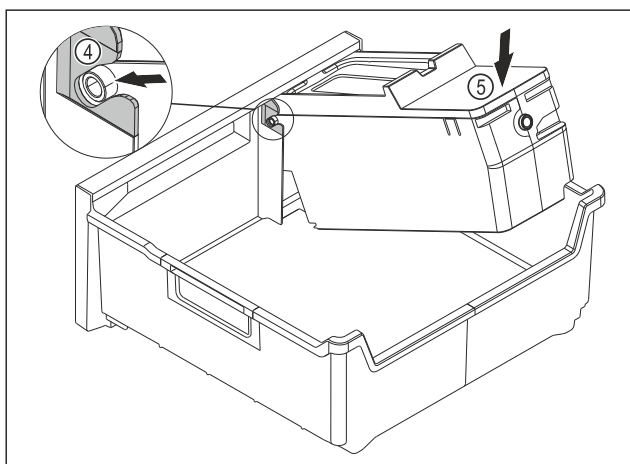

Fig. 125
- EasyTwist-Ice-corpus monteren: Assen van de EasyTwist-Ice-corpus in de geleidingen Fig. 125 (4) schuiven.
- EasyTwist-Ice-corpus Fig. 125 (5) achter omlaag drukken.